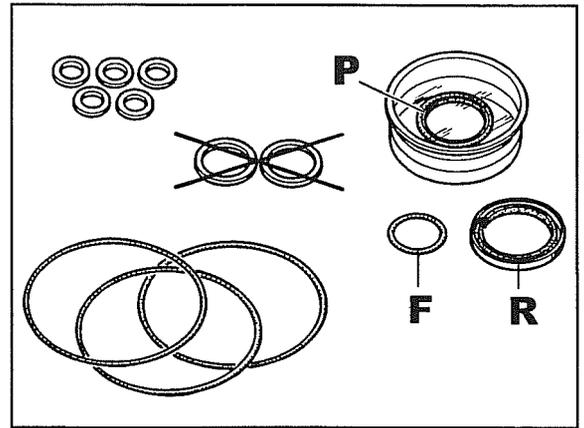

Fig. 63
6. Al reensamblar cambiar la serie de anillos y las arandelas de sellado fig. 63.